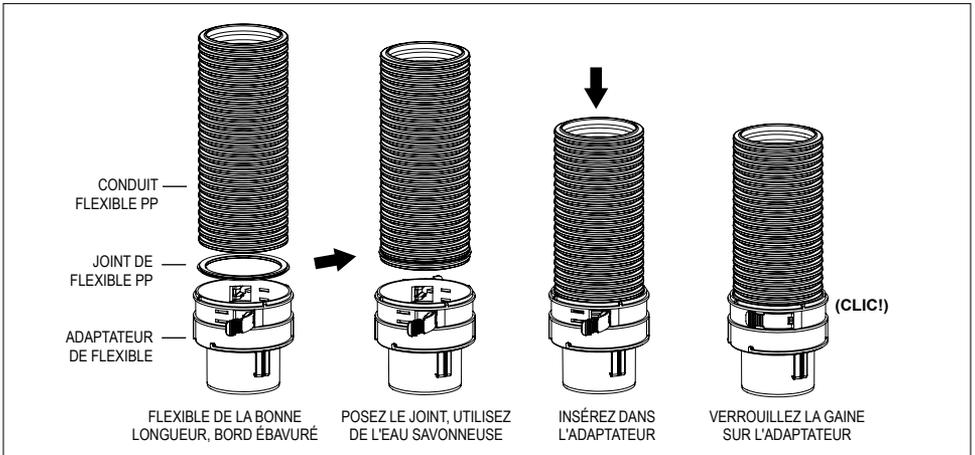

Figure 2 Installer le joint et l'adaptateur du flexible
- 3 Ouvrez les languettes de verrouillage (x 2) du raccord flexible approprié au conduit flexible (Fig.2).
- 4 Appliquez de l'eau savonneuse sur le joint et poussez le conduit avec son joint dans le raccord approprié, jusqu'à ce qu'il atteigne la fin de sa course (Fig.2).